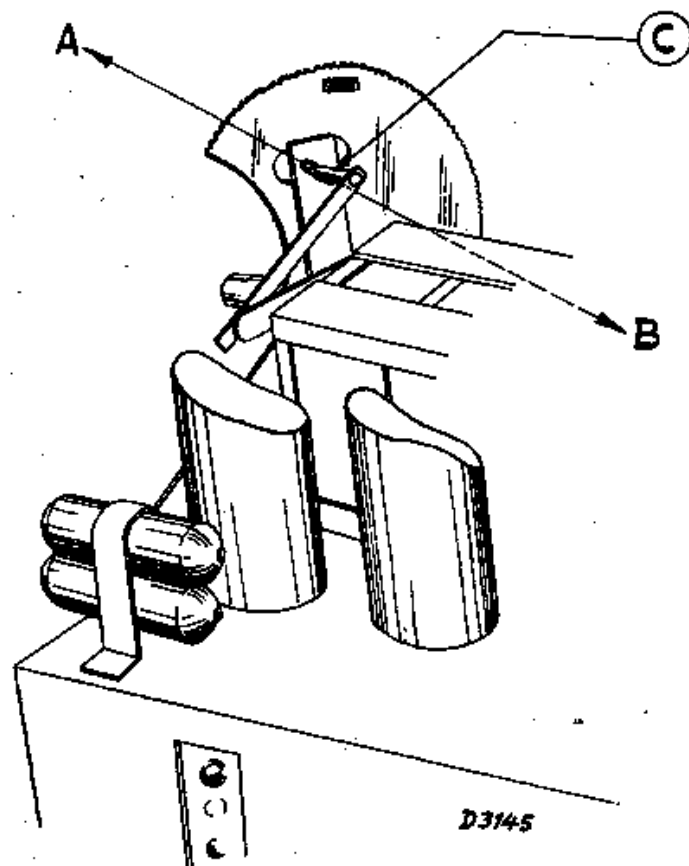

Fig. 5
5. Accorder le récepteur sur ce signal. Si les indications de l'aiguille sont trop élevées, il faut déplacer la tige C (après avoir dévissé l'écrou) dans le sens A, lorsque la position est trop basse dans le sens B (voir fig. 5).